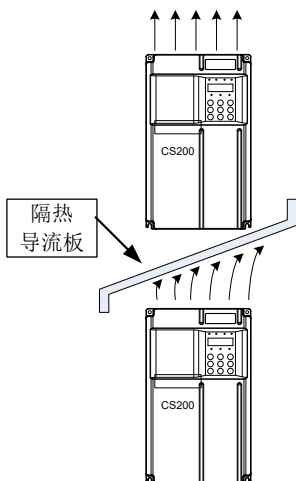

图 3-2 隔热导流板安装示意图上下安装图
- ◆ 请向上垂直安装变频器，便于热量向上散发。若柜内有多台变频器时，请并排安装。在需上下安装场合，请参考图 3-2，安装隔热导流板。